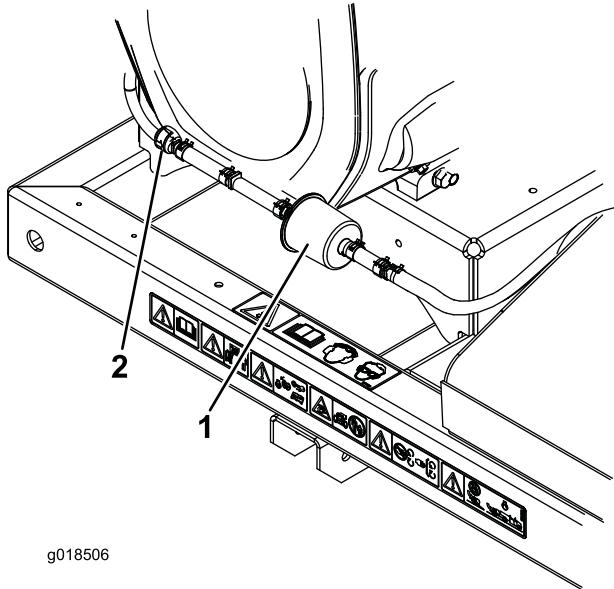

図 22
- カーボンキャニスタ・パージラインフィルタの前後両側についているホースクランプをゆるめてフィルタから遠い位置に移す(図 22)。
4. カーボンフィルタを外して捨てる(図 22)。
5. 新しいフィルタをホースに取り付ける(フィルタについている矢印がチェックバルブの方を向くように取り付け、ホースクランプで元のように固定する(図 22))。